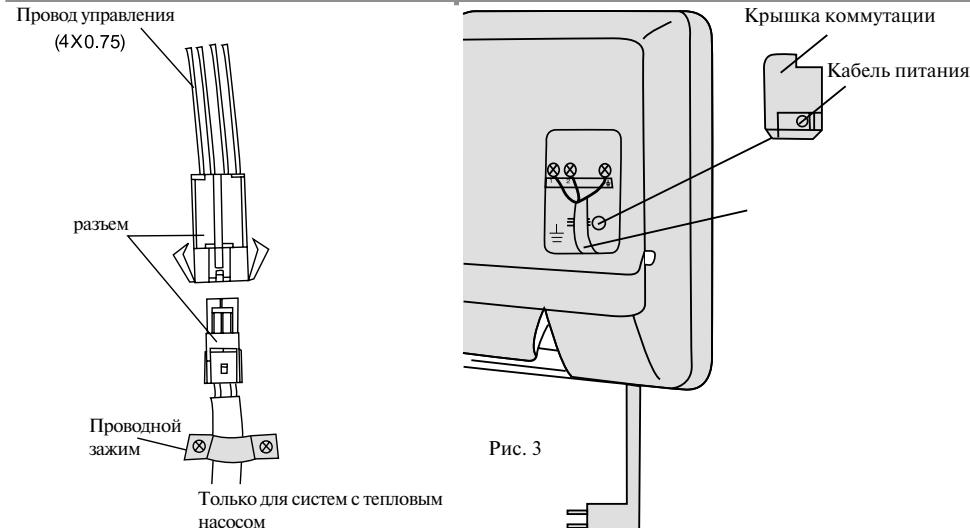

Рис. 3
- Подключите синий провод кабеля питания к клемме "N(1)", коричневый - к клемме "2", и желто-зеленый (провод заземления) - к клемме , как показано на рис. 3.